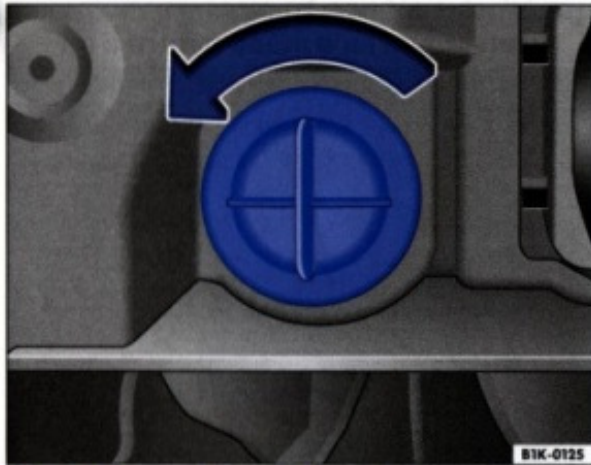

Fig. 35 Suportul becului lămpii de semnalizare
- Rotiți suportul becului în sensul săgeții, până la limită de cursă ⇒ fig. 35.